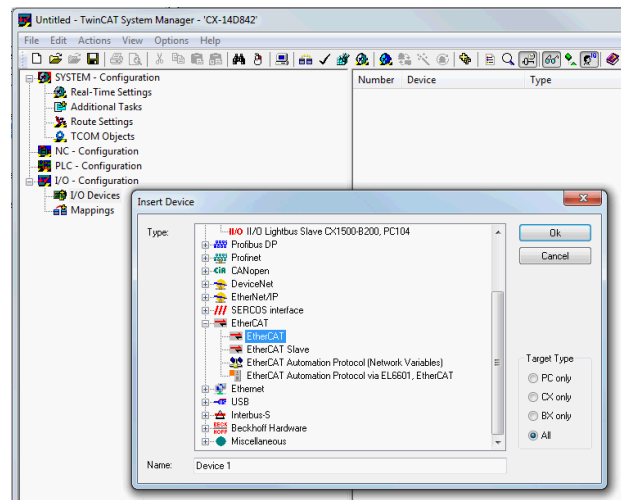

Abbildung 6.11 Fügen Sie einen EtherCAT® Master zum Projekt hinzu
3. Wählen Sie im folgenden Fenster [EtherCAT → EtherCAT] (siehe *Abbildung 6.11*).